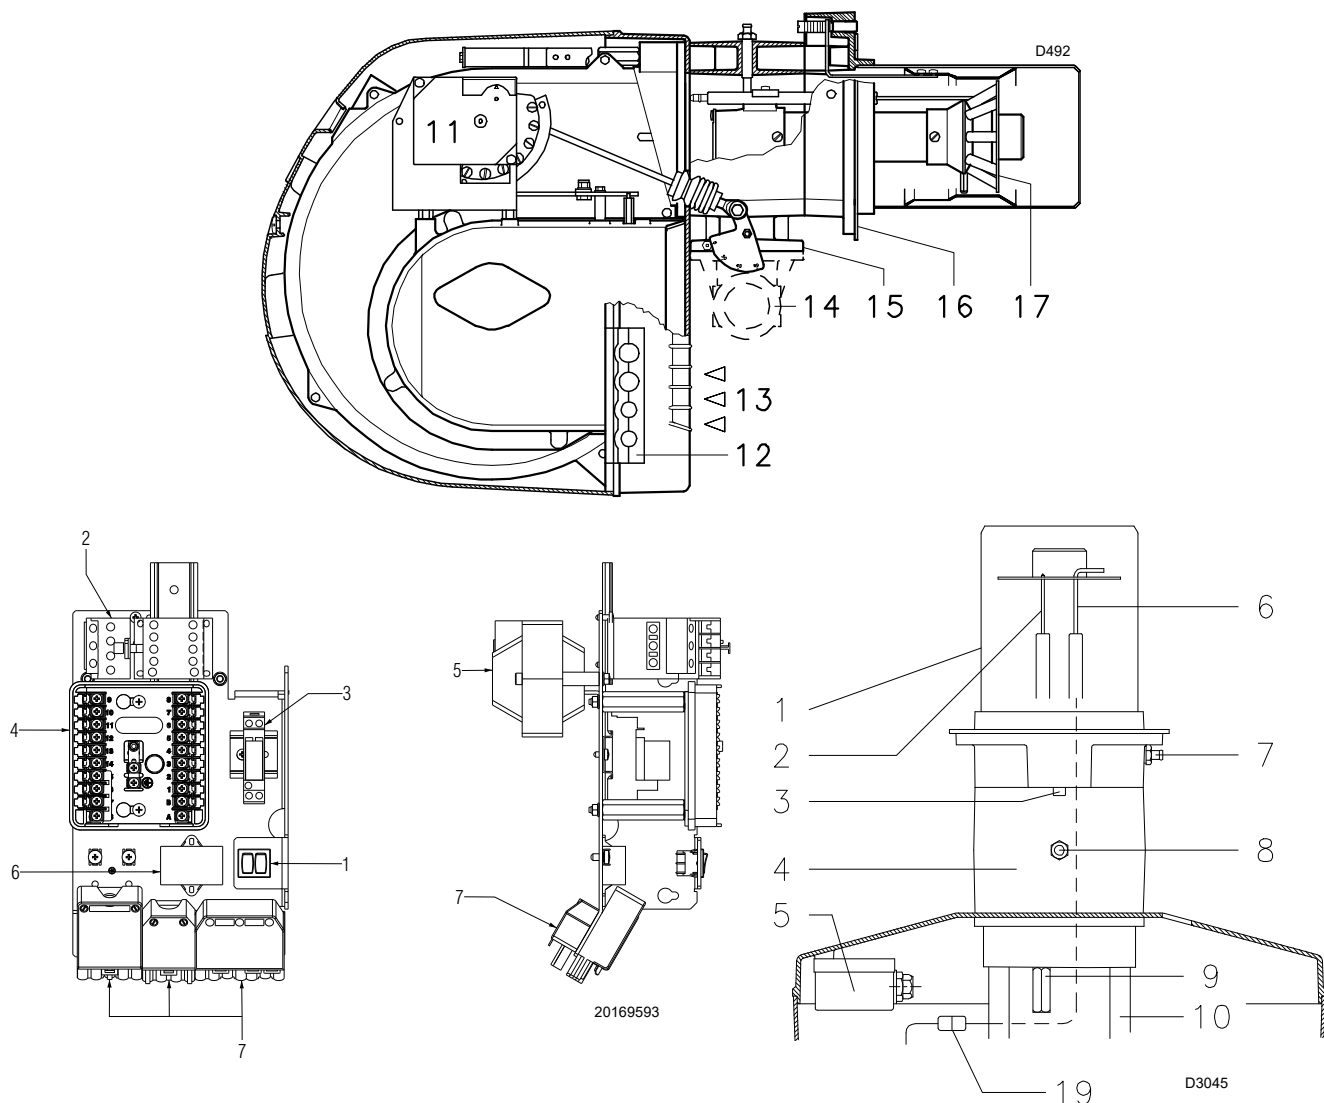

Рис. 4
- (1) Исходные условия: Температура окружающей среды 20 °C - Температура газа 15 °C - Барометрическое давление 1013 мбар - Высота 0 м н. у. м.
- (2) Давление на штуцере 7) (Рис. 4) при нулевом сопротивлении в камере сгорания и при максимальной мощности горелки.
- (3) Звуковое давление было измерено в лаборатории на заводе-изготовителе, горелка работала на испытательном котле на максимальной мощности. Звуковая мощность была измерена по методу свободного поля, предусмотренному стандартом EN 15036, и согласно классу точности измерения 3, как описано в нормативе EN ISO 3746.
- (4) Жаровая труба: короткая - длинная
- (5) Для топлива G31 необходимо установить комплект для перехода на сжиженный газ. См. ПРИЛОЖЕНИЕ А «Комплект для работы на сжиженном газе».
загорание кнопки (**красный светодиод**) на автомате горения 20) (Рис. 4) сигнализирует, что горелка заблокирована. Для разблокирования нажимайте на кнопку в течение 1-3 секунд.